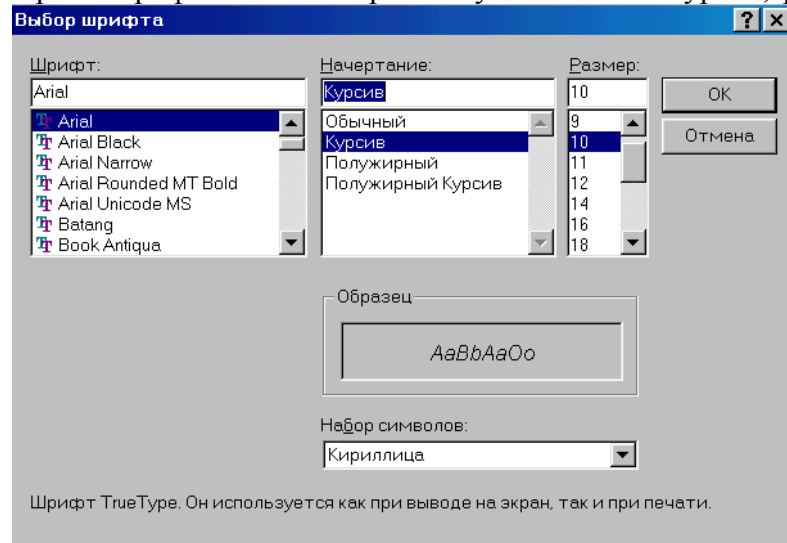

Рис. 3-8. Выбор шрифта
5) На стандартной панели выбора шрифта Windows (рис. 3-8) из списка шрифтов выберите шрифт *Arial*. Начертание установите – курсив, размер – 10 пунктов. В окне *Набор символов* из списка выберите *Кириллица*. Нажмите кнопку ОК, чтобы закрыть панель.